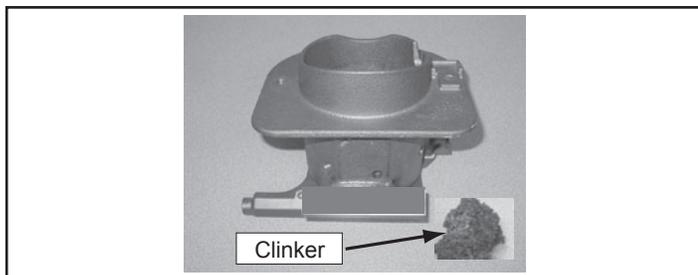

Figure 22.1 – Creuset de combustion avec de grands morceaux de scories
- Utilisez un outil de nettoyage du creuset pour détacher les matériaux accumulés sur les côtés du creuset de combustion et enlever le mâchefer. **Figure 22.1**